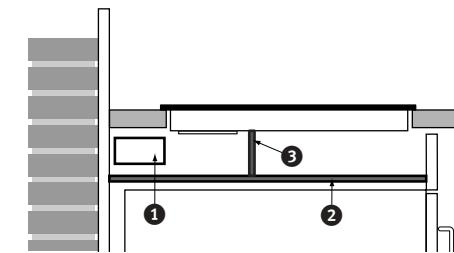

Figuur 10
- ➊ Zaag de beluchtingsopening(en) uit zodat de totale oppervlakte van de gaten minimaal 100 cm2 is. Zie bijvoorbeeld figuur 10 met twee gaten van 50 cm2.